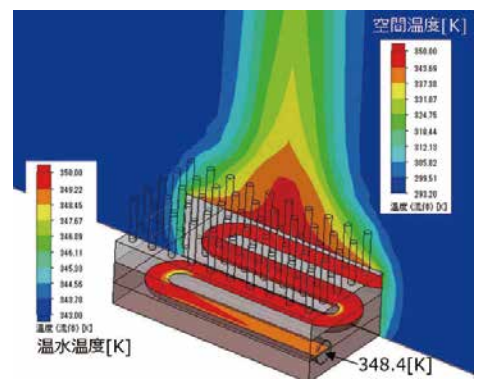
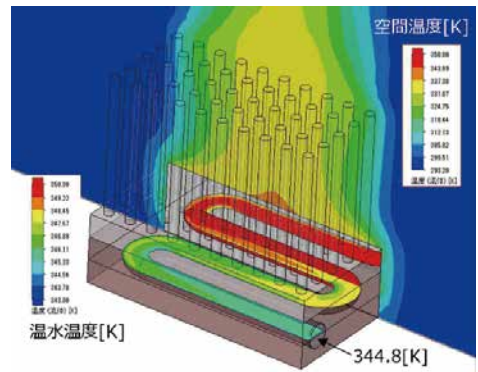
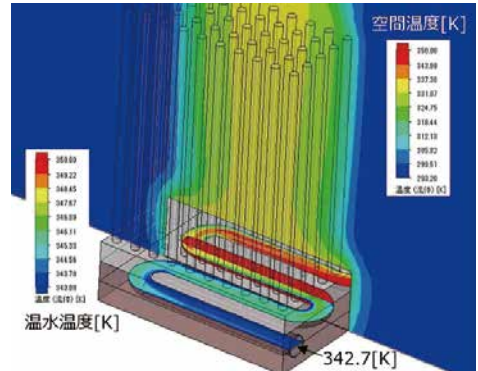

図2 寸法最適化 ($x_1=1.5$ (mm)、 $x_2=10$ (mm))
図3 寸法最適化 ($x_1=2.0$ (mm)、 $x_2=30$ (mm))
図4 寸法最適化 ($x_1=2.0$ (mm)、 $x_2=60$ (mm))
ヒートシンクからの放熱状態と流出口の温水の温度についてシミュレーションを行いました。図2は設計変数 $x_1=1.5$ (mm)、 $x_2=10$ (mm)の初期モデルの計算結果で、流出口の温度 $T(x)=348.4$ (K)となりました。図3は設計変数 $x_1=2.0$ (mm)、 $x_2=30$ (mm)の時の結果で、流出口の温度 $T(x)=344.8$ (K)となり、いずれの結果も制約条件を満足していません。図4は設計変数 $x_1=2.0$ (mm)、 $x_2=60$ (mm)の時の結果で、流出口の温度 $T(x)=342.7$ (K)となり、制約条件の343(K)未満を満足する結果が得られています。
設計変数 x_1 、 x_2 が大きくなるにしたがって、制約条件を満足する結果に近づきますが、目的関数であるヒートシンクの重量は増加します。そのため制約条件を満足した時点でヒートシンク重量が最小値をとることから、図4に示す形状が最適解となることがわかります。